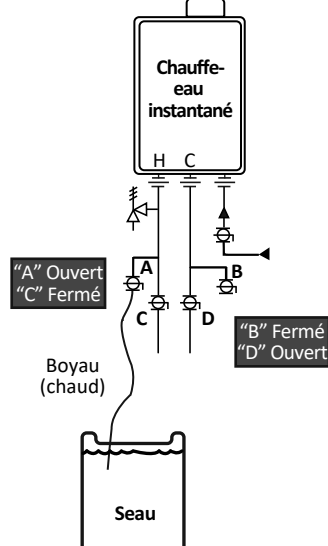

Figure 2
6. Vérifiez si le problème provient de l'appareil lui-même ou de l'extérieur de celui-ci (ex.: système de plomberie), en essayant de faire circuler de l'eau par les vannes d'isolation de l'appareil. Pendant cet essai, assurez-vous que le robinet d'arrêt de la canalisation du système de plomberie soit fermé. Voir Figure 2, page 8.